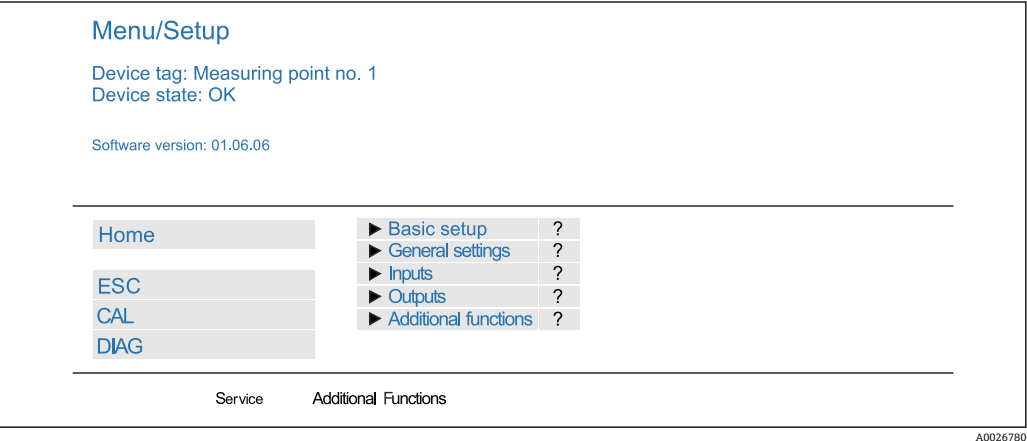

图 47 网页服务器示例 (菜单/语言=英文)
3. ▶验证结果（快速显示并导出到 SD 卡）或者 **Additional Functions**（分界线下方的附加菜单→ 图 47）。